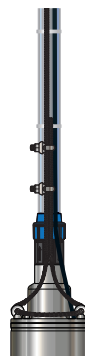

Рисунок 6
6. Закрепите электрокабель на напорной магистрали пластиковыми хомутами\* с интервалом 2-3 метра с небольшим провисанием (рисунок 6).